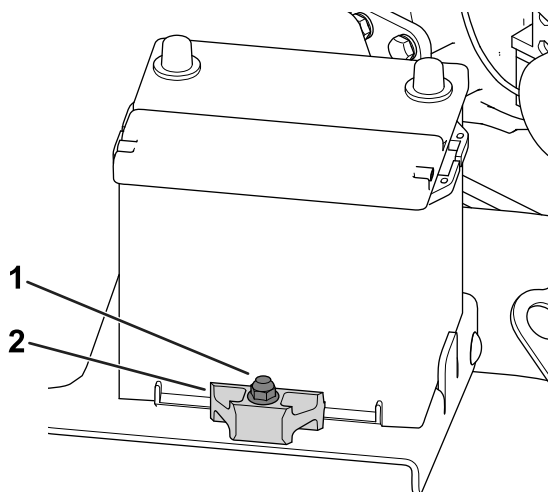

Figura 59
2. Collegate il cavo negativo alla batteria, quindi serrate il dado di fissaggio della batteria (Figura 59).
Un fermo (Figura 59) fissa la batteria nel vassoio. Allentate la bulloneria del fermo per rimuovere la batteria; serratela durante il montaggio della batteria.